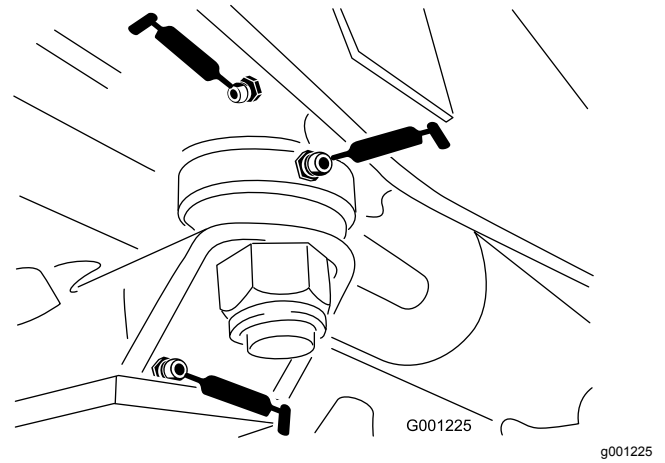

Figura 39
- Boccole della piastra sterzante (Figura 39)
- Boccola del perno dell'assale (Figura 39)